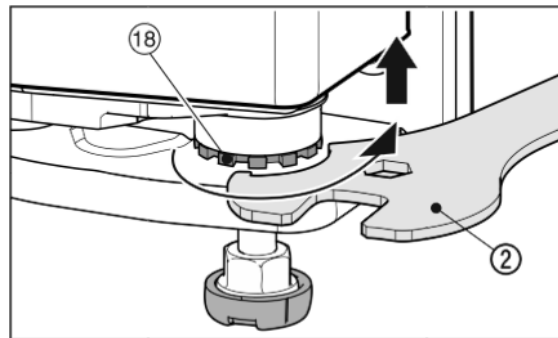

Fig. 18
- Voor het omhoog tillen van de deur de lagerbout Fig. 18 (18) met de desbetreffende steeksleutel Fig. 18 (2) rechtsonder eruit draaien. Bij de levering is de lagerbout er volledig ingedraaid.